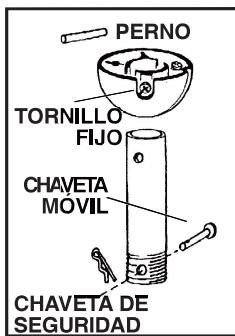

FIG. 7
Paso 3. (Fig. 7) Afloje el tornillo fijo de la esfera de soporte y quite la del tubo de montaje. Quite la chaveta de seguridad y la chaveta móvil.